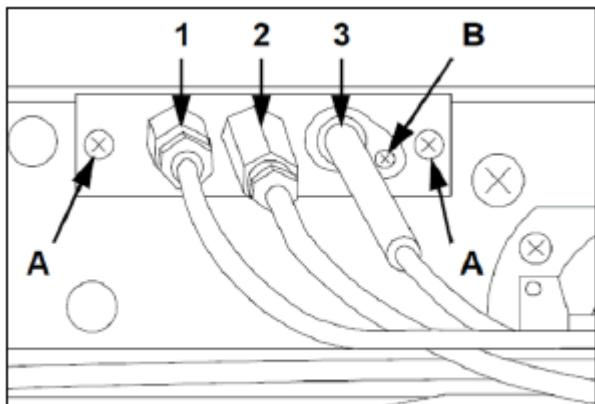

FIG.18
- Schroef het thermokoppel los met een geschikte sleutel (FIG.18-Ref.1);
- Draai de 2 ondersteunende schroeven los (FIG.18-Ref.A) bevestig de nieuwe piloot;
- Bevestig de nieuwe piloot volgens de bovenstaande procedure (FIG.18-Ref.2).
- Verwijder de plug door de schroef los te draaien (FIG.18-Ref.B);
- Bevestig de nieuwe plug (FIG.18-Ref.3) volgens de bovenstaande procedure.